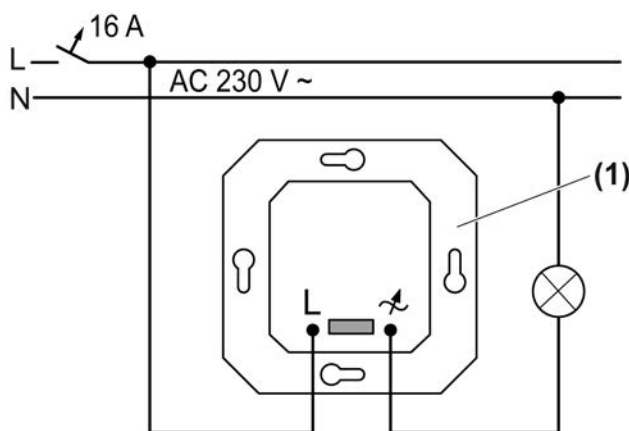

рисунок 2: Монтажная схема
- Подключите диммер (1) согласно монтажной схеме (рисунок 2).